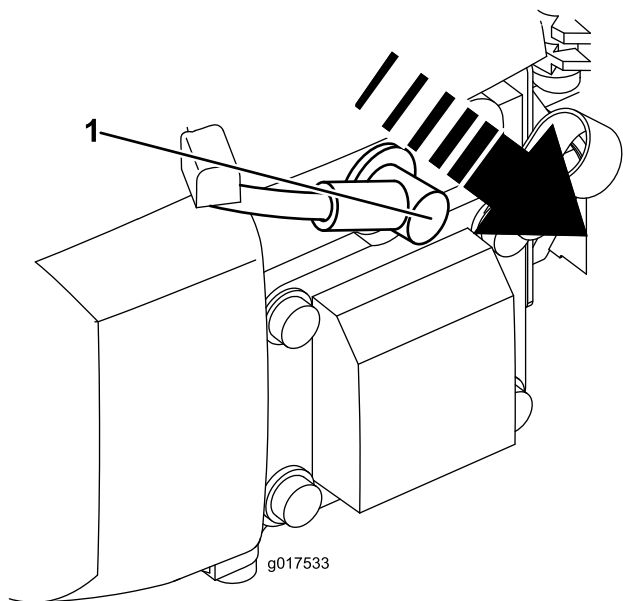

図 15
2. 整備などの前には、必ず点火プラグコードを外す図 15。